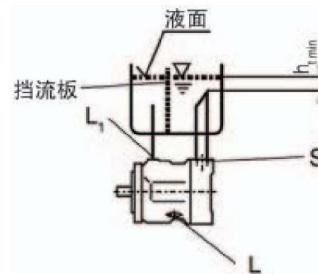

图 5
b) 如安装在油箱下，泄油口“ L_1 ”及进油口“S”配管请参见图 5。